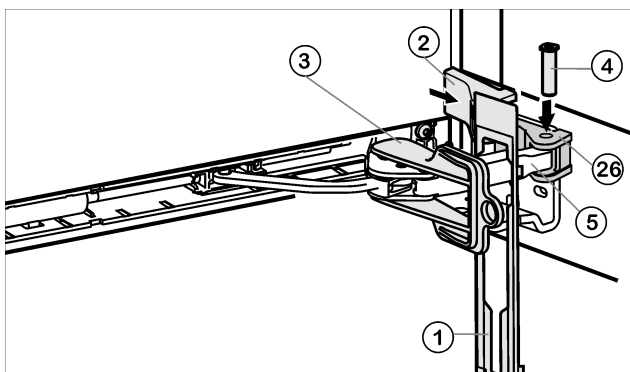

Fig. 11
- ▶ Afdekplaat Fig. 11 (1) op de demperbeugel inhaken zodat de sluiithaken naar voren wijzen en de voorkant naar het apparaat.
- ▶ Demperbeugel Fig. 11 (5) naar het lagergedeelte Fig. 11 (26) toe trekken en de bout Fig. 11 (4) van boven weer insteken zodat het vierkant in de uitsparing zit.
- ▶ Afdekking Fig. 11 (2) plaatsen en vastklikken.
- ▶ Beveiliging Fig. 11 (3) draaien om te verwijderen.
- ▶ Afdekplaat Fig. 11 (1) in de deur schuiven en vastklikken.